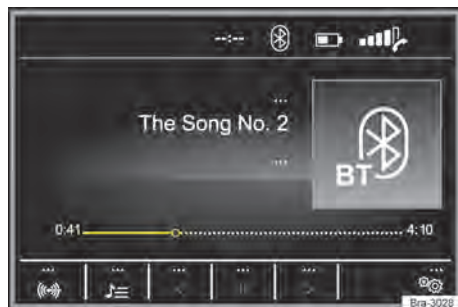

Fig. 130 Menu principal de mídia.
– Pressionar o botão **MEDIA** para abrir o menu principal **MEDIA** → Fig. 130.
As fontes de mídia que são reproduzidas atualmente são exibidas na superfície de função na parte inferior esquerda → Fig. 130.
Legenda da → Fig. 130 e → Fig. 131: